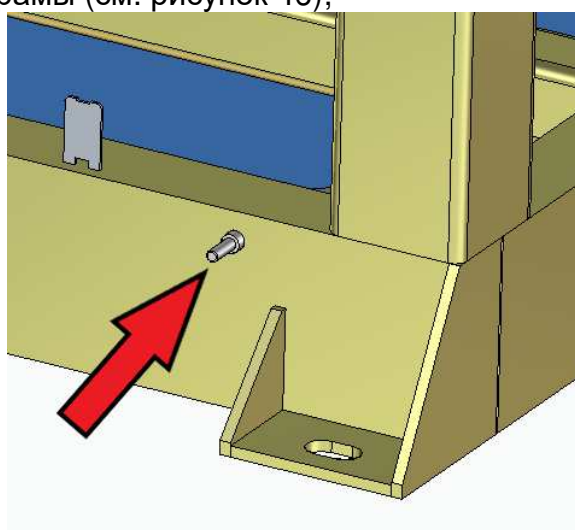

Рисунок 46
- Выполнить заземление КДИ на общий контур заземления, для этого на нижнем поясе рамы имеются два приварных болта, расположенные по диагонально-противоположным углам рамы (см. рисунок 46);